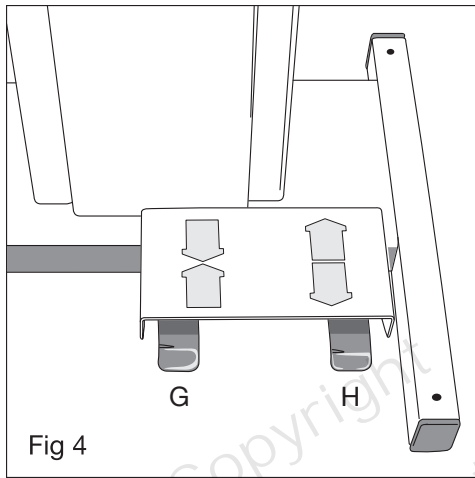

Fig 4
- Wenn sich die Schutzvorrichtung in der OBEREN Stellung befindet, arbeitet der Kompressor mit vermindertem Druck. Der Bediener kann dann die Baugruppe anheben und die Federwindungen in Stellung bringen. Fußpedal (**G** in **Abb. 4**) betätigen und die untere Basis für den Federsicherungshaken nach oben bewegen, bis entweder die obere Platte oder eine obere Windung am oberen hinteren Federsicherungshaken (**E3** in **Abb. 2**) sitzt.
- Fußpedal (**G** in **Abb. 4**) betätigen, um den Spannvorgang zu beginnen. Sobald die Feder leicht gespannt ist, Spannvorgang anhalten und erneut überprüfen, dass die Schraubenfeder sicher in den Haken sitzt.
- Druck allmählich von der Feder lösen. Dazu Fußpedal (**H** in **Abb. 4**) betätigen. Auf Abstützung der Baugruppe Federbein/Feder achten, da sie sich löst. Wenn der gesamte Druck gelöst ist, Schutzvorrichtung des Federspanners nach oben schwenken und Baugruppe Federbein/Feder entfernen.
- Druck allmählich und vorsichtig von der Feder lösen. Dazu Fußpedal (**H** in **Abb. 4**) betätigen. Darauf achten, dass die Feder richtig im Federbein sitzt.